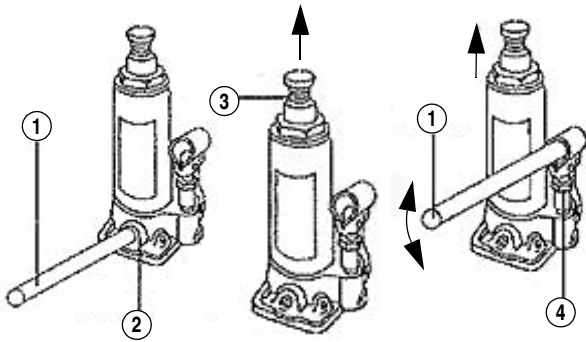

Abb. 5: Arbeitsablauf
Schritt 1: Schließen Sie das offene Ablassventil (Pos.2, Abb.5) durch Drehen des schmalen Pumphebels-Endes nach rechts (Pos.1, Abb. 5).
Schritt 2: Stellen Sie den Wagenheber unter das anzuhebende Fahrzeug und zwar unter die für den Wagenheber vorhergesehenen Aufnahmepunkte (lesen Sie dazu in der Betriebsanleitung Ihres Fahrzeugs nach). Falls nötig, drehen Sie die Erweiterungsschraube (Pos.3, Abb.5) durch Linksdrehen aus dem Hebestempel so weit heraus, bis sie das Fahrzeug berührt. So kann der genaue Aufnahmepunkt bestimmt werden.
Schritt 3: Führen Sie den Pumpenhebel (Pos.1, Abb. 5) in die Pumpe (Pos. 4, Abb. 5) ein und bewegen Sie den Hebel gleichmäßig nach oben und unten. Heben Sie das Fahrzeug bis zu gewünschter Höhe an.
Schritt 1: Schließen Sie das offene Ablassventil (Pos. 2, Abb. 5) durch Drehen des schmalen Pumphebel-Endes nach rechts (Pos. 1, Abb. 5).
Falls nötig, drehen Sie die Erweiterungsschraube (Pos. 3, Abb. 5) durch Linksdrehen aus dem Hebestempel so weit heraus, bis sie den Gegenstand berührt. So kann der genaue Aufnahmepunkt bestimmt, und eine sichere Position gewährleistet werden.
Schritt 3: Führen Sie den Pumpenhebel (Pos. 1, Abb. 5) in die Pumpe (Pos. 4, Abb. 5) ein und bewegen Sie den Hebel gleichmäßig nach links und rechts, um die Gegenstände auseinander zu drücken.